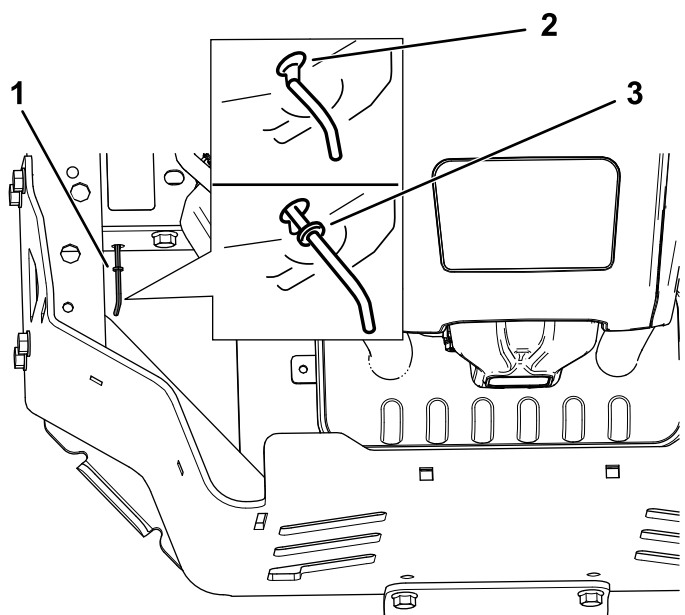

Figura 38
4. Mova as alavancas de derivação para frente através do orifício da chave e para baixo para as bloquear no lugar (Figura 38).
Mova as alavancas de derivação para trás através do orifício da chave e para baixo para as bloquear no lugar, como se mostra na Figura 38.